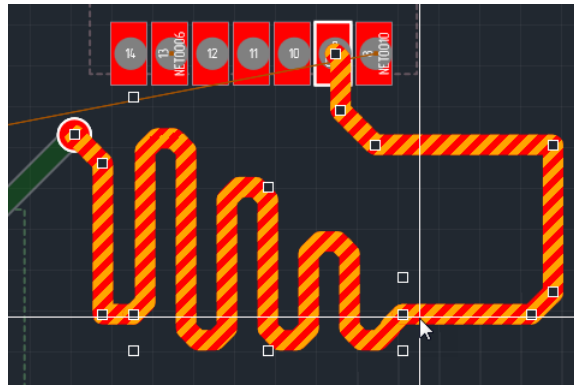

Рис. 243 Изменение геометрии меандра
3. Нажать левую кнопку мыши и, удерживая ее, переместить курсор, определяя тем самым новые границы области размещения, см. Рис. 243. Изменения меандра будут отображаться на экране.